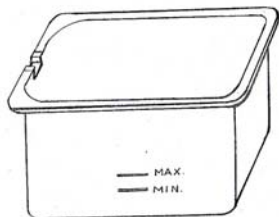

Fig. 2
- Le niveau d'huile doit toujours se situer entre les niveaux minimal (12 tasses/2,8 litres) et maximal (8,4 pintes / 8 litres) indiqués dans le récipient d'huile. Vérifiez le niveau d'huile avant chaque utilisation. Pour de meilleurs résultats, maintenez le niveau d'huile près du maximum. (Fig. 2)